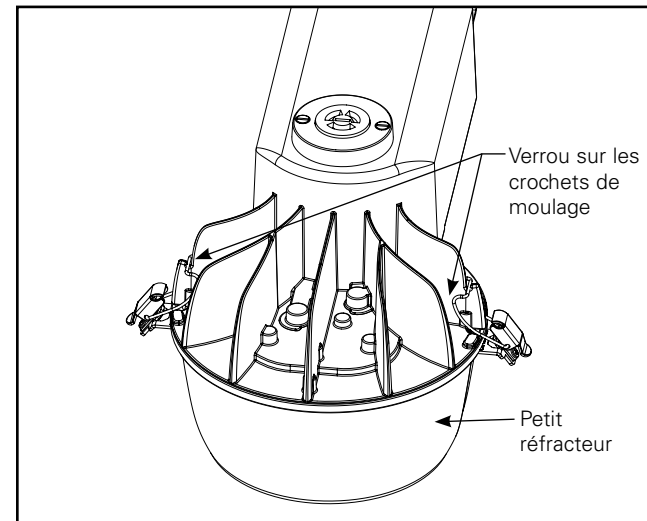

Figure 16.
1. Placez les loquets par-dessus les crochets de verrouillage dans le boîtier et enclenchez les loquets pour sécuriser le réfracteur au boîtier. (Figure 16.)